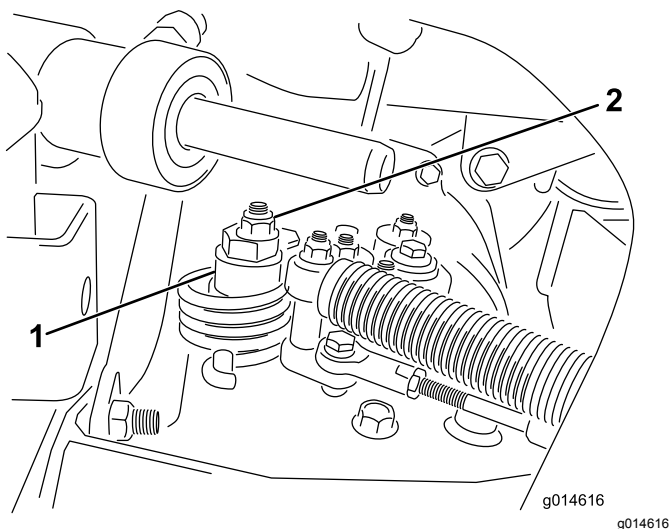

Figura 47
- A. Allentate il dado che fissa l'eccentrico alla parte superiore dell'igrostatò (Figura 47).
- C. Fate girare l'eccentrico finché non riscontrate movimenti in alcuna direzione. Quando la ruota cessa di girare, serrate il dado di bloccaggio dell'eccentrico per mantenere la messa a punto (Figura 47). Verificate la regolazione portando l'acceleratore in posizione Lento e Veloce.